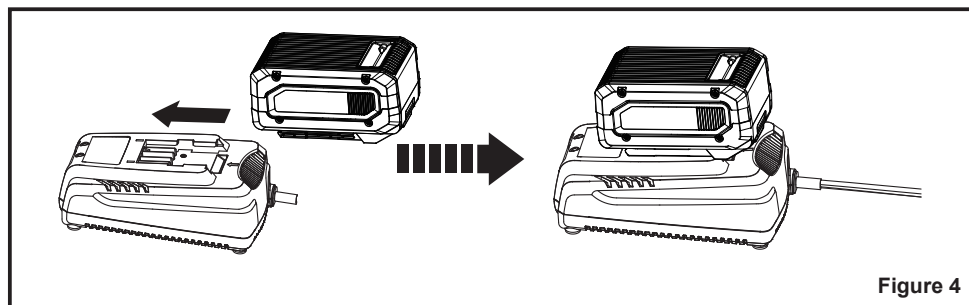

Figure 4
1. Alignez la fente du bloc-batterie sur le rail du chargeur. Faites glisser la batterie sur le rail jusqu'à ce qu'elle s'enclenche (Figure 4).